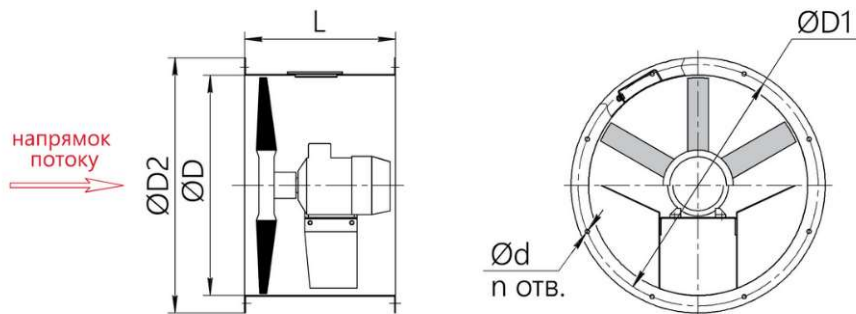

Рисунок 1. Вентилятор осьовий OZA-DUV
3.1 Загальний вигляд, габаритні, приєднувальні та настановні розміри вентиляторів повинні відповідати розмірам, вказаним на рис. 1 та у таблиці 1, 2.